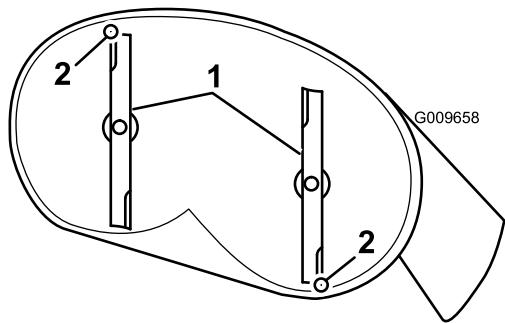
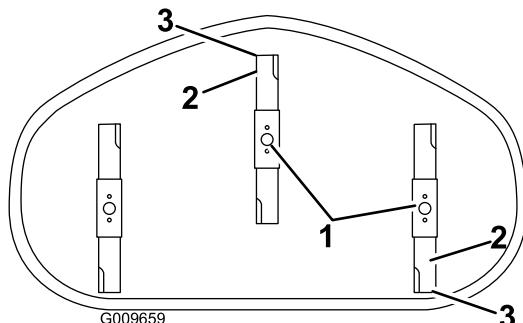

Figura 62
Figura 63
4. Girate con cautela le lame in modo che siano disposte longitudinalmente (Figura 62 e Figura 63).
5. Misurate il valore dalla punta della lama anteriore e dalla punta della lama posteriore alla superficie piana (Figura 62 e Figura 63).
9. Dopo la regolazione, ricontrolate l'inclinazione longitudinale e continuate la regolazione del dado finché la punta della lama anteriore non è più bassa di 1,6-7,9 mm rispetto a quella posteriore (Figura 62 e Figura 63).